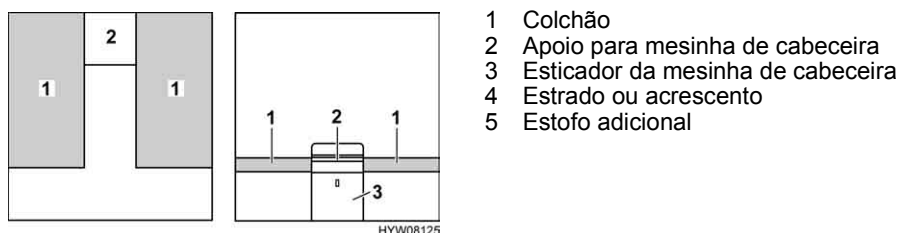

Fig. 136 Antes da transformação
- Retire o apoio para a mesinha de cabeceira (Fig. 136,2) e ponha-o de lado.